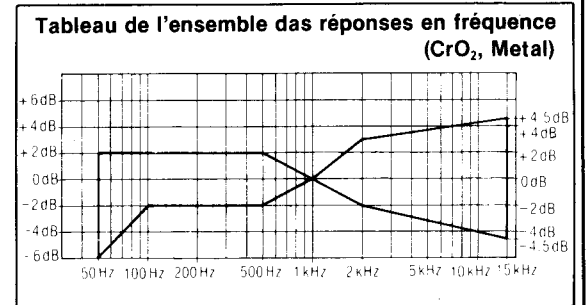

Fig. 14
8. Enlever la bande étalon vierge normale et placer la bande étalon QZZCRX (bande CrO2). Enregistrer les signaux de 50Hz, 100Hz, 200Hz, 500Hz, 1kHz, 4kHz, 8kHz, 10kHz et 15kHz. Reproduire ensuite ces signaux et vérifier si la courbe est comprise dans les limites indiquées par le tableau de réponse de fréquence globale pour les bandes CrO2 (Fig. 14).
9. Changer la bande étalon pour la bande étalon vierge QZZCRZ (bande métallique), et enregistrer les signaux de 50Hz, 100Hz, 200Hz, 500Hz, 1kHz, 4kHz, 8kHz, 10kHz et 15kHz. Ensuite, lire les signaux et vérifier si la courbe se trouve entre les limites indiquées dans le tableau de réponse en fréquence globale pour les ruban CrO2 (Fig. 14).